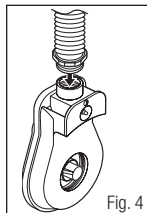

Fig. 4
1. Si usa tubo de respiración H-115, GVP-122, L-122 o GVP-123, atornille el extremo roscado en el puerto de salida del GVP-100 como se muestra en la Fig. 4.